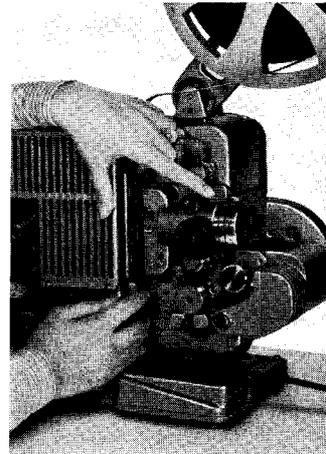
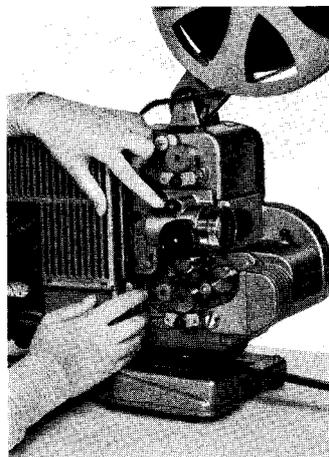

Bild 18
Bild 19
#### Filmeinlegen bei Tonfilmvorführung (Bild 18 bis 22)
5. Während der Mittelfinger der linken Hand den Film hält (Bild 18), erfaßt der Zeigefinger den Hebel für die Objektiv-Verriegelung und legt ihn nach hinten bis zum Anschlag in die Horizontale um (Bild 19), wodurch der Filmkanal wieder geschlossen wird. Durch leichtes Auf- und Abwärtsziehen des Filmes prüfen, ob dieser im Filmkanal richtig, d. h. ohne Klemmung, liegt.